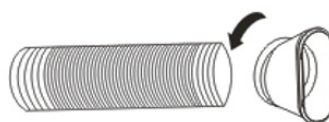

Abbildung 3
3. Schrauben Sie den zweiten Adapter gegen den Uhrzeigersinn auf den Schlauch (siehe Abbildung 3)